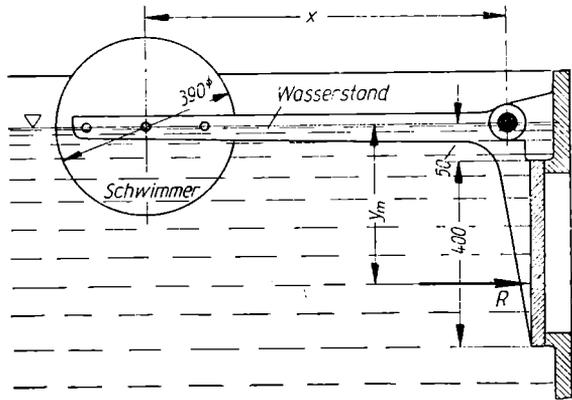

Bild 243
57. Ein Wasserbehälter trägt an seiner senkrechten Wand eine rechteckige Verschlussklappe von 400 mm Höhe und 300 mm Breite nach Bild 243. Die Klappe soll durch einen Schwimmer mittels Winkelhebels geöffnet werden, sobald der Wasserstand bis zur Mittelebene des Schwimmers steigt. Zu berechnen ist a) der Auftrieb des Schwimmers. Letzterer ist ein Zylinder von 390 mm Außen-durchmesser und 600 mm Länge und taucht bis zu seiner Mittelebene in das Wasser ein. b) das Eigengewicht des hohlen Schwimmers. Sein Mantel und beide Böden bestehen aus Stahlblech von 3 mm Dicke und der Wichte 7,85 kp/dm³. Das Gewicht der Nietköpfe und des Hebels werde durch 10 % Zuschlag zum Schwimmergewicht berücksichtigt. c) die Mittellkraft R des gesamten auf der Klappe lastenden waagerechten Wasserdruckes; d) die Tiefe y_m des Druckmittelpunktes der Klappe unter dem Wasserspiegel; e) die erforderliche Hebellänge x des Schwimmers.